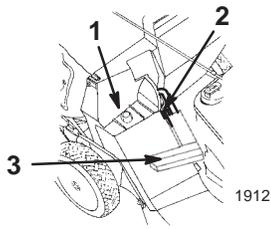
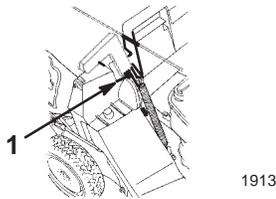

Figure 14
Figure 15
- Vérifiez que la poignée du volet d'éjection est complètement abaissée vers l'avant et que l'ergot est bien engagé dans son logement (Fig. 14).
3. Accrochez le cadre du bac par le trou sur l'ergot de retenue situé sur l'éjecteur (Fig. 14).
5. Tirez la poignée du volet d'éjection vers l'avant pour dégager le goujon et le faire passer après la rampe du volet du bac, puis repoussez la poignée vers l'arrière pour bloquer le goujon dans l'encoche du bac (Fig. 15).
2. Tirez la poignée du volet d'éjection vers le haut et hors de l'encoche du bac (Fig. 15), puis vers l'avant pour qu'elle s'engage l'arrêt (Fig. 14).